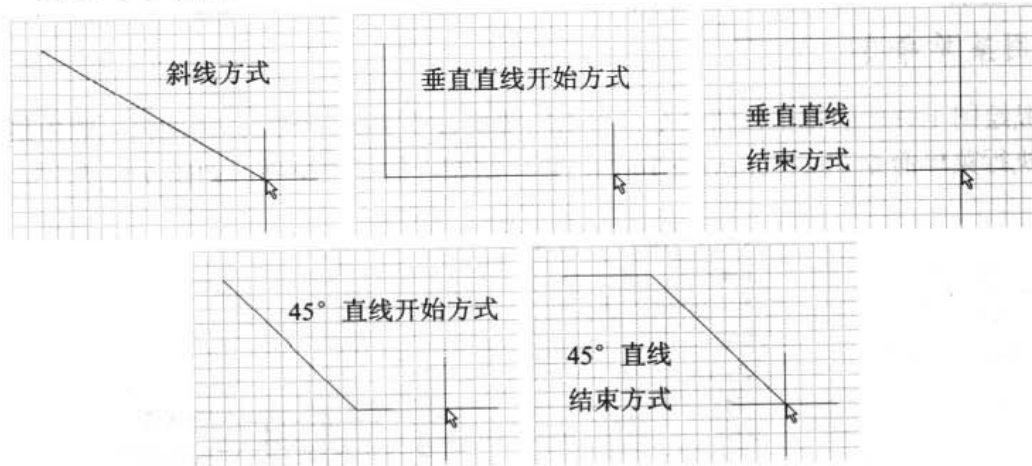

图 4-54 画直线的几种方式
- (1) 单击一般绘图工具栏 PlaceLine 按钮 ，或执行菜单命令 Place | Drawing Tools | Line，或按下 Alt+P+D+L 键，系统将进入画直线状态。
- (2) 确定直线起点。将十字光标移动到适当位置，单击鼠标左键或按 Enter 键，就确定了直线的起点。
- (3) 确定绘制直线方式。默认的方式是斜线方式，移动十字光标，此时活动直线段的终点附在光标上也跟着光标移动，按下空格键，直线放置方式将在垂直直线开始方式、垂直直线结束方式、45° 直线开始方式、45° 直线结束方式和斜线方式间相互转换，如图 4-54 所示。